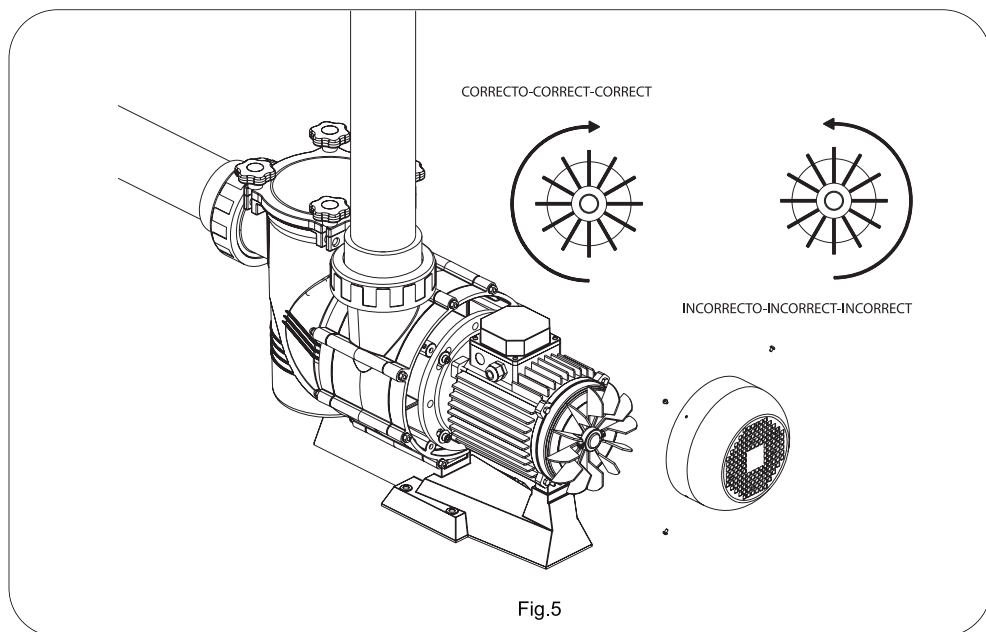

Fig.5
- Comprobar que el sentido de rotación del motor sea el correcto, mediante el ventilador situado en la parte trasera del motor. ( Fig.5)